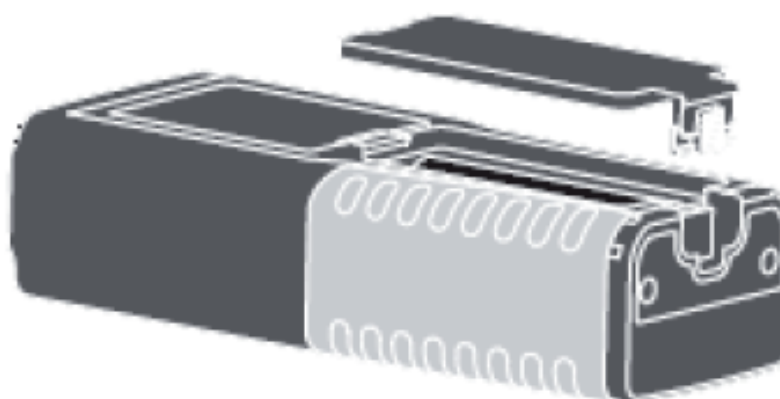

Fig. 9: Substituição das baterias internas
1. Desapertar o parafuso de fixação da cobertura do compartimento das baterias e removê-la (ver Fig. 9)